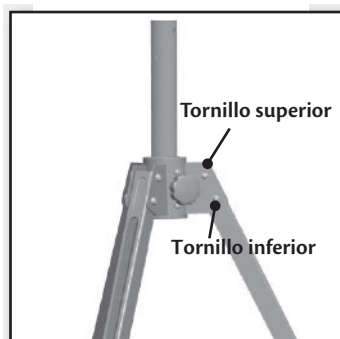

Figura 6
1. Afloje los tres pernos y tuercas inferiores del trípode y guárdelos. Extienda completamente las patas y vuelva a instalar los tres pernos y tuercas inferiores Figura 6.